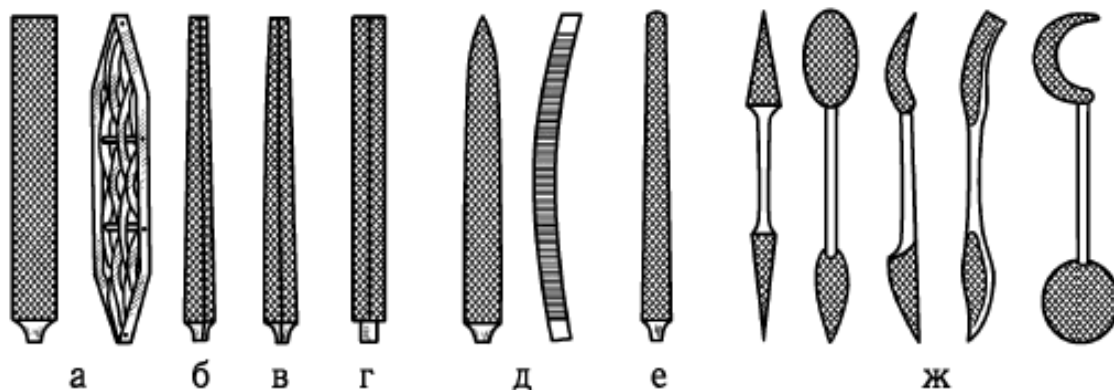

Рис. 25. Рашпили: *а* – плоские; *б* – трехгранный; *в* – квадратный; *г* – ромбический; *д* – полукруглые; *е* – круглый; *ж* – фигурные
13. Рашпили (рис. 25). Этим инструментом зачищают резьбу, для чего и предназначены насечки, по форме представляющие собой зубчики разной величины. Рашпили бывают плоскими, прямыми, полукруглыми и др.